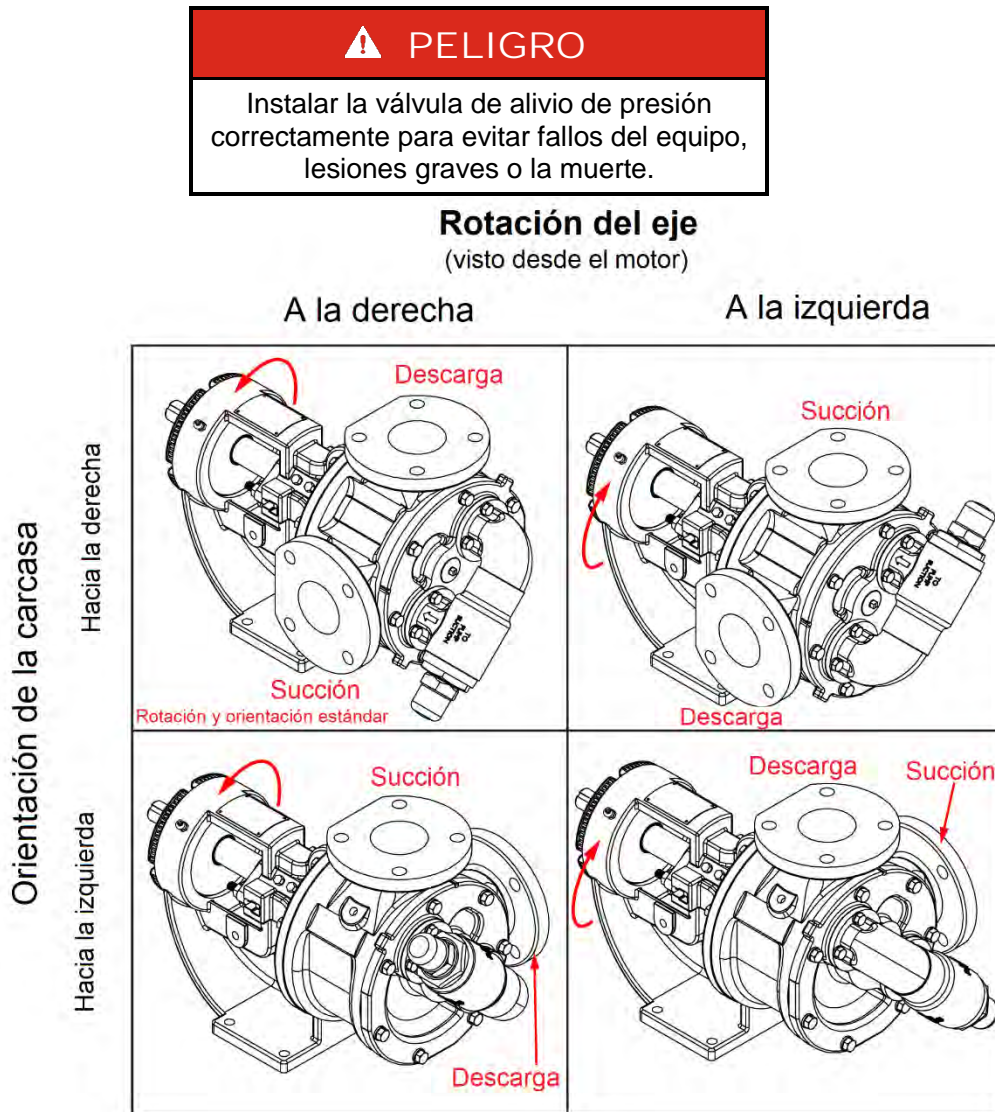

Figura 6-4: Configuraciones de extremo húmedo
Hay cuatro diferentes configuraciones de extremo húmedo para la bomba VV40. Consulte la Figura 6-4 para ver las diferentes configuraciones. Las configuraciones dependen de dos variables, la orientación de la carcasa y la rotación del eje. Es importante entender las configuraciones cuando se instala la carcasa en el soporte y la válvula de alivio interna en el cabezal. La válvula de alivio interna debe colocarse correctamente, o la válvula no funcionará correctamente, lo que podría dañar el equipo, o causar lesiones graves o la muerte del personal.
La bomba puede funcionar igual de bien en una rotación hacia la derecha o hacia la izquierda. El puerto que sea de succión determinará la rotación del eje. El puerto de succión es aquel que esté más cercano a donde los elementos de bombeo (dientes) salen de la malla. Si está equipada con una válvula de alivio de presión, compruebe que la perilla de ajuste esté cerca del puerto de succión. Consulte la Figura 6-4 para ilustración.
5. Corregir la rotación de la bomba según se desee; consulte la Figura 6-4 en la página 16.